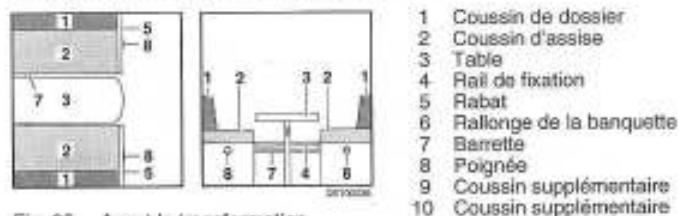

Fig. 85 Avant la transformation
- Agrandir la table (Fig. 85,3) et la transformer en sommier de lit (voir paragraphe 7.7).
- Insérer la barrette (Fig. 85,7) ou tirer vers l'intérieur. La barrette est positionnée correctement si elle maintient le plateau de table environ 15 - 20 cm derrière le pied de table.
- Tirer sur la poignée (Fig. 85,8) et ouvrir le portillon (Fig. 85,5).